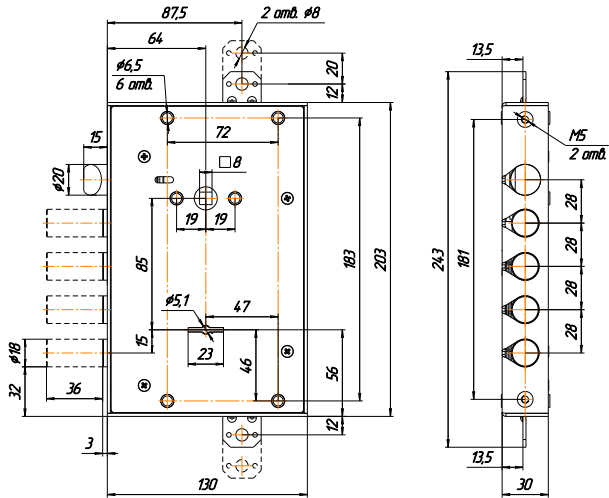

Рис.2
5.1. Произвести разметку и выполнить на полотне двери отверстия под пальцы засова, отверстия для ключа, 2 отв. для крепления накладок, а в дверной коробке – отверстия для пальцев засова (см. рис.2).